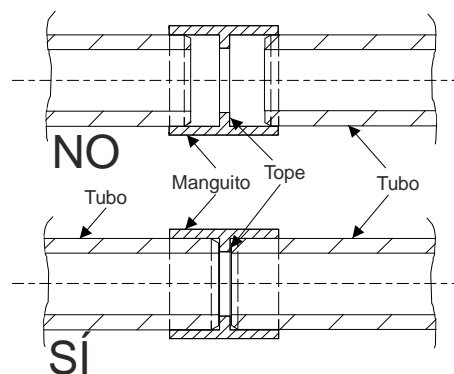

Fig. 21 Unión de los tubos
- Las distintas secciones de tubo se unen mediante racores. Para ello, y en función del material de tubería empleado, se aplicará el procedimiento de pegado según el cap. 5.5.2 o 5.5.3, o bien el procedimiento de encaje a presión según el cap. 5.5.4. Los tubos deben introducirse en los racores hasta el tope (**Fig. 21**).